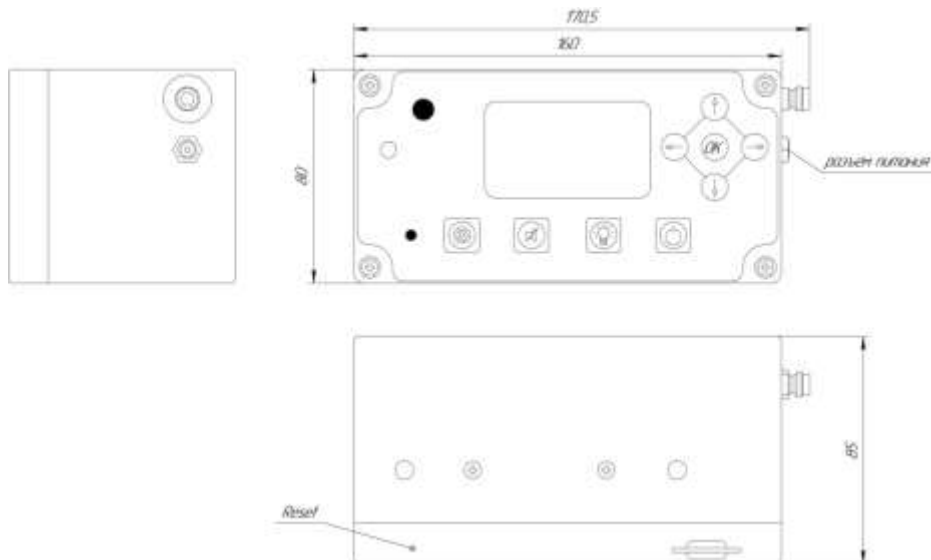

Рисунок 1. Габаритный чертеж
- 7.7. Для записи показаний прибора необходимо установить карту памяти SD или SDHC в держатель на боковой стенке прибора, смотри **Рисунок 1. Габаритный чертеж**
- 7.8. В случае зависания прибора необходимо воспользоваться функцией «Reset», для этого нужно, скрепкой или другим тонким предметом, нажать соответствующую кнопку на боковой стенке прибора, смотри **Рисунок 1. Габаритный чертеж**. После кратковременного нажатия следует подключить прибор к зарядному устройству, подключенному к сети, и дождаться начала индикации зарядки.